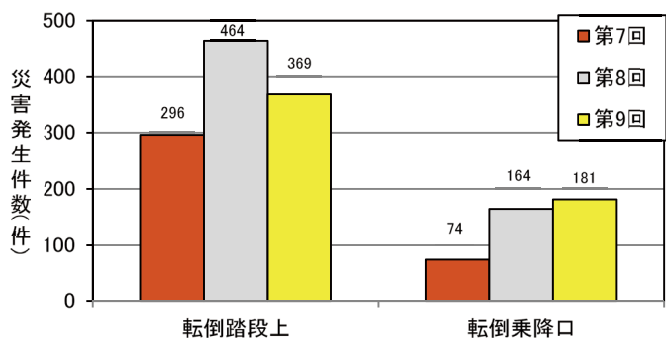

図15 交通機関における転倒災害発生件数
建物用途で最も発生件数の多い公共交通機関における転倒事象についての分析を図15、16に示す。なお、災害発生率は交通機関の総件数に占める割合となる。
- 8) 公共交通機関における転倒を分析したところ、踏段上での転倒は減少傾向にあるのに対し、乗降口での転倒が増加する傾向があった。なお、図は掲載していないが、他の建物設備でも同傾向を示していた。[図 15、16]